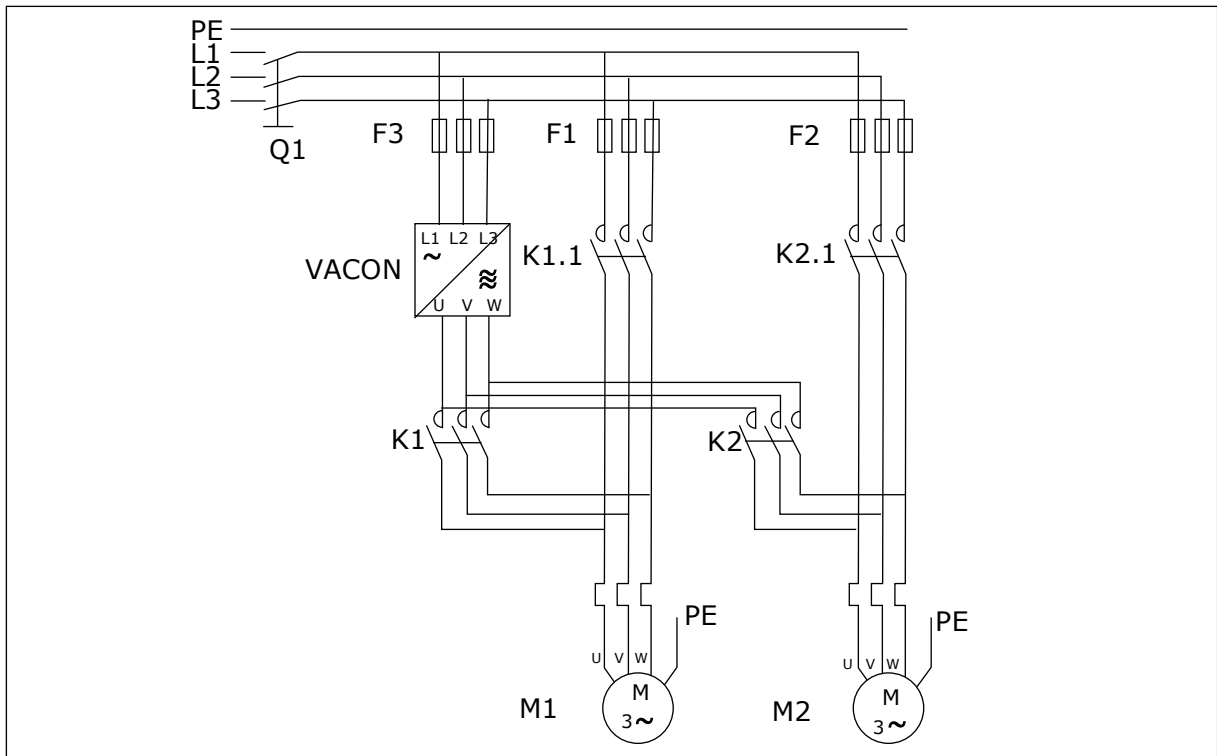
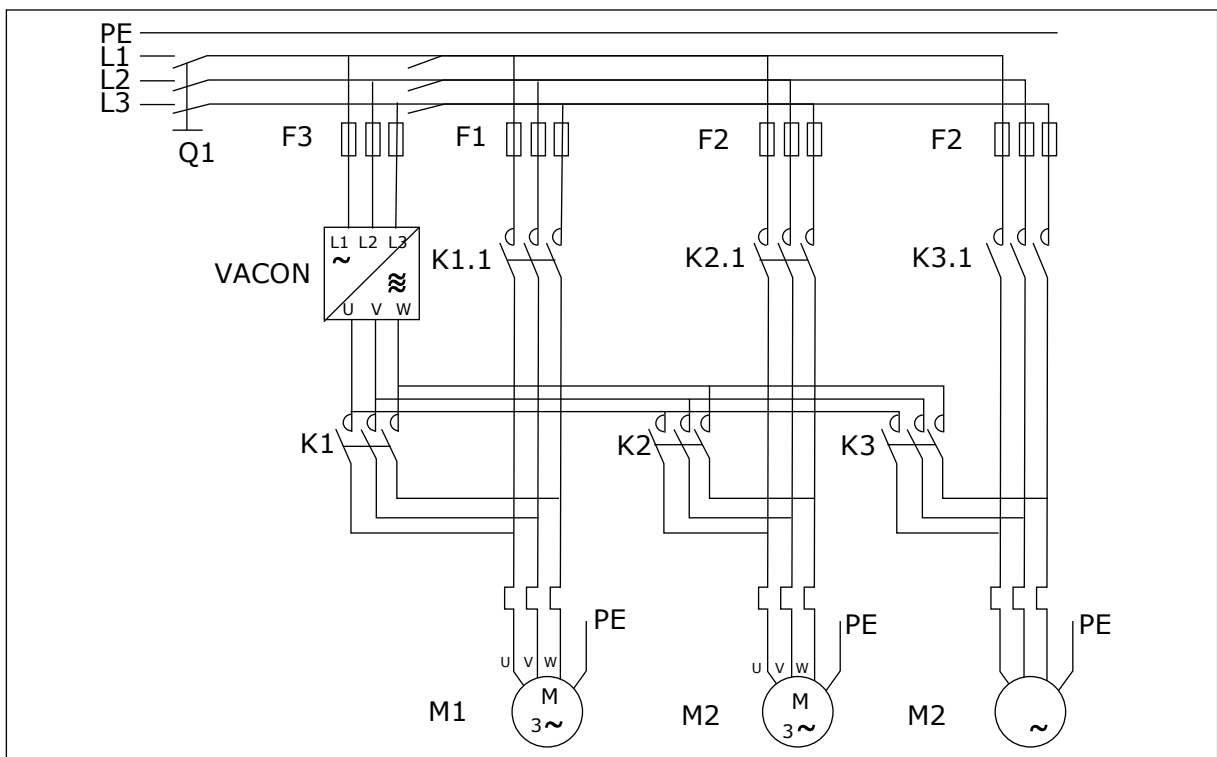

图 98: 双泵自动切换示例，主图
图 99: 三泵自动切换示例，主图
- 通过交流变频器的继电器输出控制的外部触点将变频器连接到交流变频器或主电源。如果将交流变频器控制的电机加入到自动切换序列，则始终通过最先激活的继电器输出进行控制。稍后激活的其他继电器控制辅助变频器（请参见图 98 双泵自动切换示例，主图和图 99 三泵自动切换示例，主图）。
开始和停止次序的自动切换激活并仅应用到辅助变频器或应用到辅助变频器和交流变频器控制的变频器，取决于参数 2.9.25 自动系统选项的设置。默认情况下，对两个变频器激活自动切换。请参见图 19 泵和风机控制应用程序默认 I/O 配置和连接示例（含二线发射器）和图 98 双泵自动切换示例，主图。